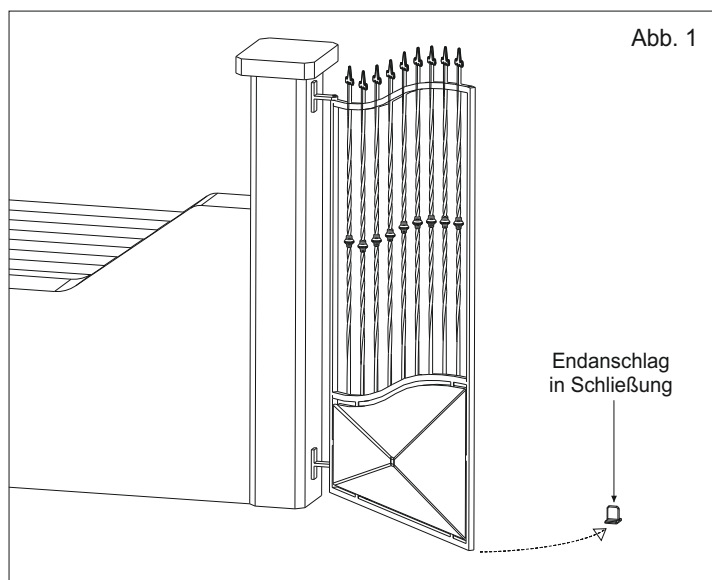

Abb. 1
- E.** Bei Flügellängen über 1,8 m und mit über 150 kg Gewicht, wird empfohlen einen mechanischen Bodenanschlag in Schließung anzubringen (Abb. 1).